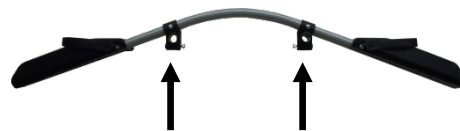

Bild 3: Befestigungssockel
- Lösen Sie die Mutter und ziehen Sie die Schloßschraube aus den Befestigungssockeln der Erweiterungsschiene heraus (Bild 3 und 3 a).